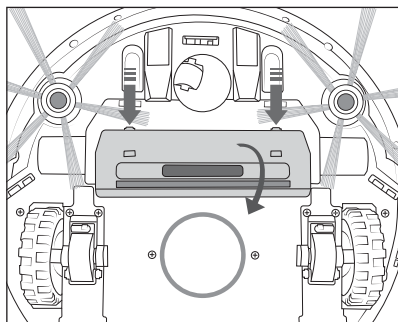

Fig. 12
- 1) Apăsăți pe cele două taste de deblocare pentru a elibera capacul 20 orificiului de aspirare 19 și îndepărtați-l de pe aparat (a se vedea fig. 12).